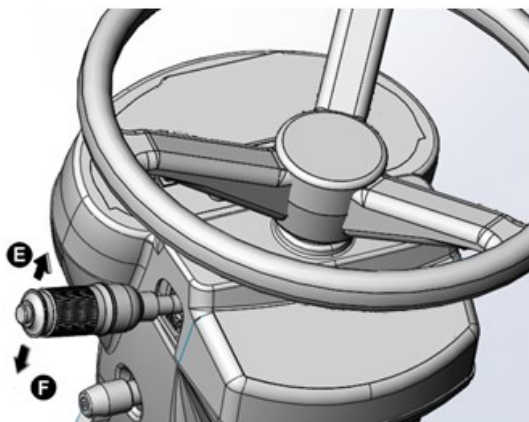

Рисунок 3.26. Включение дальнего света фар
- Перевести подрулевой переключатель в направлении F, рис. 3.26.
- Вернуть подрулевой переключатель в исходное положение (в противоположном направлении F, рис. 3.26.).
- ▶ Подрулевой переключатель перевести в положение Е, рис. 3.26, и удерживать его в этом положении.